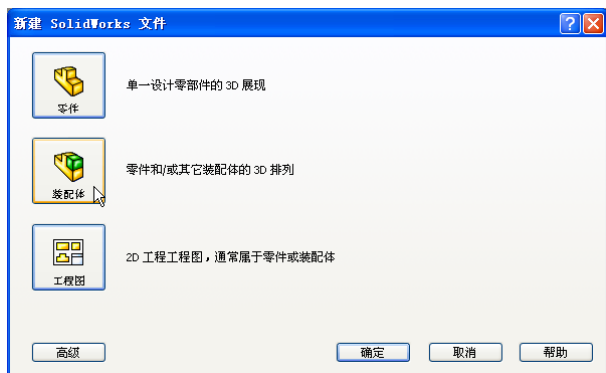
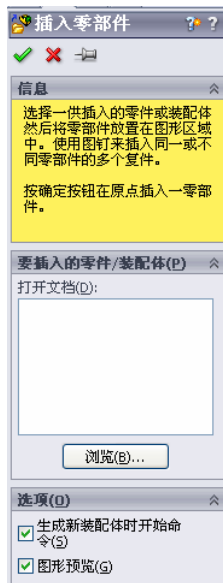
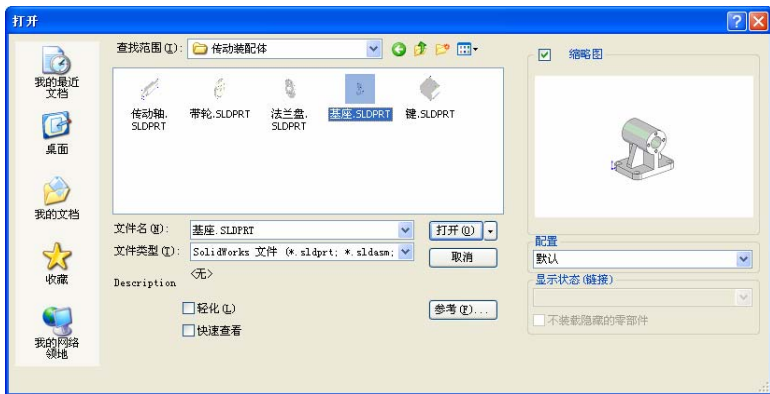

图 12-2 “新建 SolidWorks 文件”对话框
图 12-3 “插入零部件”属性管理器
图 12-4 “打开”对话框
❶ 启动软件。选择菜单栏中的“开始”→“所有程序”→“SoildWorks 2010”命令，或者单击桌面图标, 启动 SoildWorks 2010。
❷ 创建装配体文件。选择菜单栏中的“文件”→“新建”命令，或者单击“标准”工具栏中的“新建”按钮, 此时系统弹出如图 12-2 所示的“新建 SoildWorks 文件”对话框，在其中选择“装配体”图标, 然后单击“确定”按钮，创建一个新的装配体文件。
❸ 保存文件。选择菜单栏中的“文件”→“保存”命令，或者单击“标准”工具栏中的“新建”图标, 此时系统弹出“另存为”对话框。在“文件名”一栏中输入传动装配体，然后单击“保存”按钮，创建一个文件名为“传动装配体”的装配体文件。
❹ 选择零件。选择菜单栏中的“插入”→“零部件”→“现有零件/装配体”命令，此时系统弹出如图 12-3 所示的“插入零部件”对话框。单击“浏览”按钮，此时系统弹出如图 12-4 所示的“打开”对话框，在其中选择需要的零部件，即基座。单击“打开”按钮，